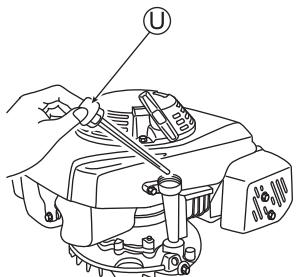

Fig. 8
- 1 Remova a tampa do tanque de óleo (U), puxe o indicador e volte a inseri-lo sem rosquear. (Veja a fig. 8)